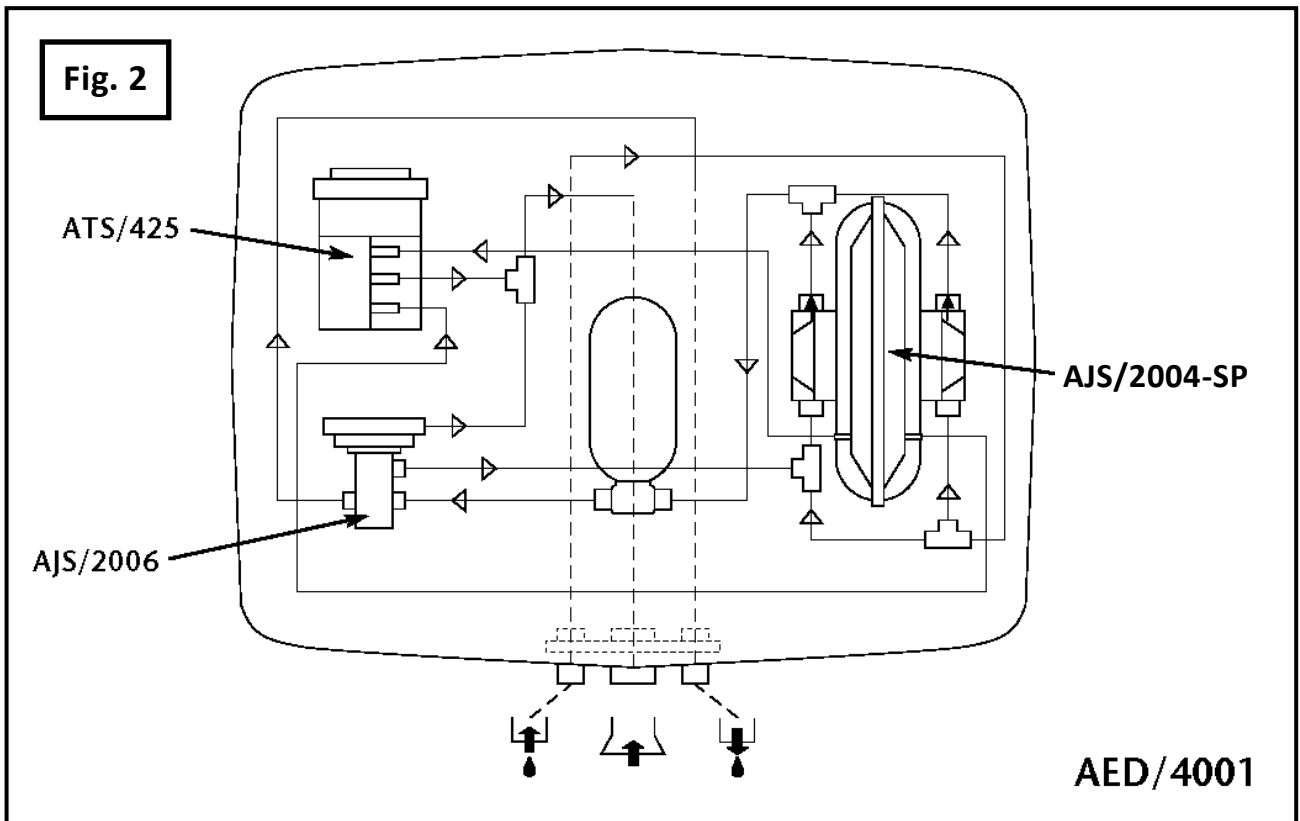

Fig. 3
SUMINISTRO DE VACÍO Perforar un agujero de diámetro 10mm en la parte superior de la línea principal de vacío regulado (Fig. 3). Quitar las barbas, lubricar el Adaptador de Tubo (B) e insertarlo, dándole vueltas, en el agujero. Fijar el tubo (E) con los enlaces de cable (K). No apretar demasiado y evitar ángulos agudos o pliegues. Cortar el tubo a la longitud correcta y empujarlo firmemente por la manga del colector múltiple de goma (Fig. 6 'A').